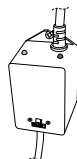

FIGURA 8
20. Una vez que se activa la energía, se puede controlar el balasto (12), Figura 8, para determinar si el sistema ClearRay está en funcionamiento; posee dos luces indicadoras LED; la luz verde indica flujo de corriente entrante y la luz roja indica que el sistema funciona en forma correcta.